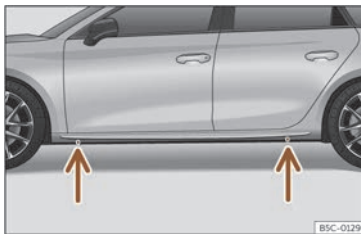

Fig. 235 Punts de suport del gat.
- Cerqueu al llarguer la marca del punt de recolzament del gat (zona enfonsada) més proper a la roda a canviar >>> fig. 235.